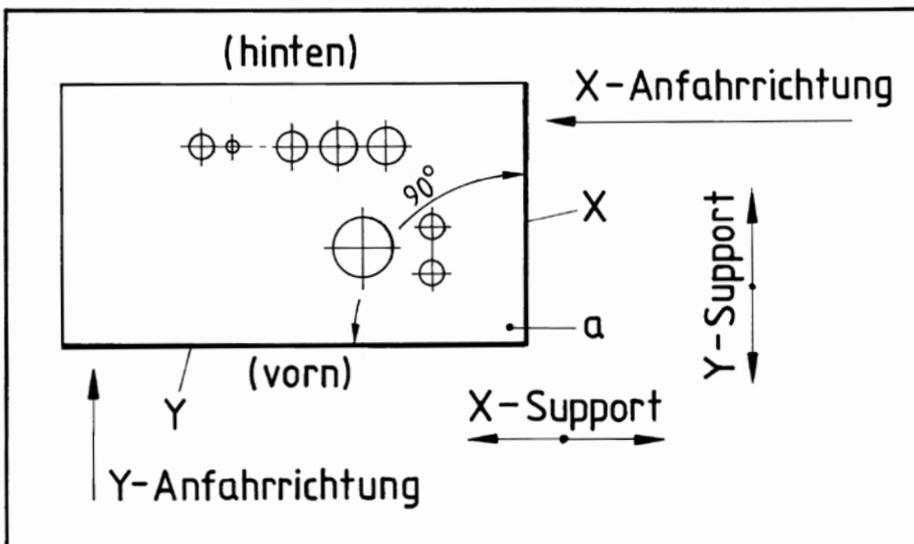

Abbildung 1)
In eine rechteckige Platte nach Abbildung 1 sind Bohrungen einzubringen. Bei Spannung im Maschinenschraubstock soll die obere Fläche die Schraubstockbacken etwas überragen, damit man die „Startkanten“ (X) und (Y) „anfahrend“ kann, wie es der Fachmann nennt. Wichtig ist, dass diese beiden Kanten einen Winkel von 90 Grad bilden, gut entgratet sind und auch senkrecht stehen. Bei einer Platte, die ich später noch einmal einspannen will, markiere ich die 90-Grad-Ecke mit einem Körnerschlag (a). Diese Ecke ist stets rechts-unten. Mit dem Anfahren wollen wir die Frässpindel-Mitte exakt über die beiden Kanten (X und Y) richten. Das muss aber in zwei bestimmten, für jeden Support stets gleichen Anfahrrichtungen geschehen. Für die X-Richtung hier von rechts nach links (X-Anfahrrichtung) und in der Y-Richtung von vorn nach hinten (Y-Anfahrrichtung). Alle Bohrwerkzeuge bewegen sich von nun an nur noch in diesen Richtungen auf die Bohrungsmitten zu. Umgekehrt wäre falsch, denn in jedem Tischantrieb (ausgenommen Kugel-Umlaufspindeln, die nur für CNC-Maschinen sinnvoll und nötig sind) ist so genannter toter Gang. Die Größe dieser Bewegungsluft ist für die Genauigkeit der Arbeit völlig bedeutungslos und kein Qualitätsmangel für eine Maschine. Wünschenswert ist nur, dass der tote Gang nicht zu groß ist. Man sollte ihn auch in etwa kennen. Mit einer Ständer-Messuhr ermittelt man, wie viele Zehntelmillimeter „es dauert“, bis sich der Tisch nach einer Drehumkehr der Supportkurbel wieder in die andere Rich-
Bis zur Fertigstellung aller Bohrungen werden die „Nullungen“ der Skalenringe nicht verändert. Beim Anfahren der Bohrungsmitten fährt die Frässpindel zum Beispiel in der X-Richtung immer von rechts nach links. Dass sich der Frästisch dabei strenggenommen von links nach rechts bewegt, übersieht man! Es hat sich bewährt, dass man die Frässpindel, also das Werkzeug, beobachtet. Bei der Y-Richtung bewegt sich das Werkzeug von der Startkante (Y in Abbildung 1) immer von vorn nach hinten.